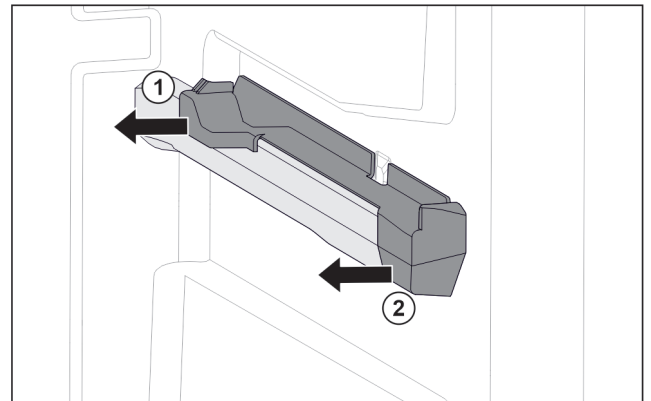

Fig. 75 Aufsteckteil auf der rechten Behälterrippe
- Aufsteckteil hinten zur Seite abziehen. Fig. 75 (1)
- Aufsteckteil vorne zur Seite abziehen. Fig. 75 (2)